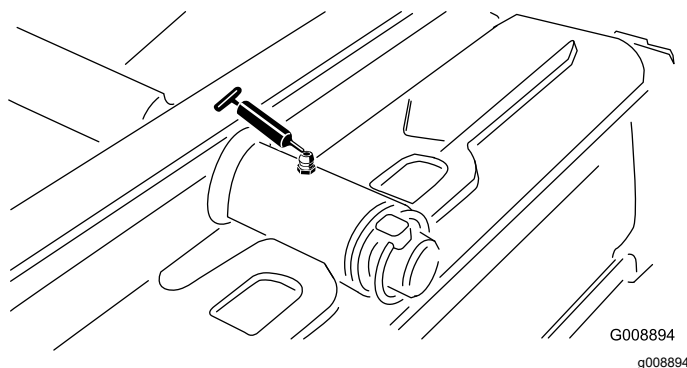

Figura 33
- Pivote de la unidad de corte trasera (Figura 33).